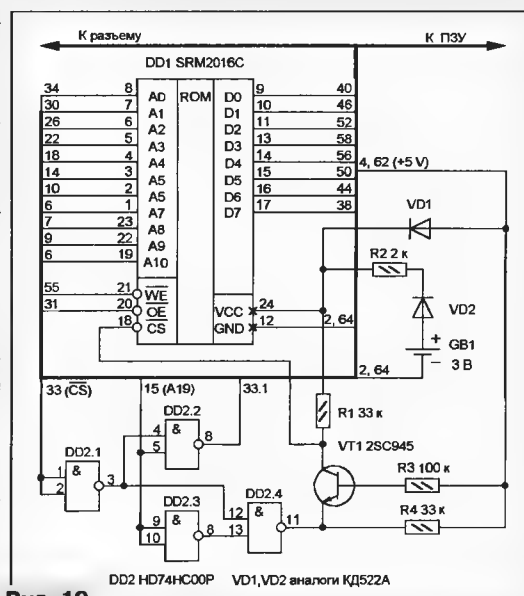

Рис. 10
Одна из возможных схем дополнительной оперативной памяти показана на рис. 10. Она может применяться совместно с ПЗУ, собранным по любой из рассмотренных выше схем. Для переключения ПЗУ/ОЗУ использован сигнал A19, но это может быть и какой-либо другой разряд шины адреса. Сигнал выбора кристалла (CS) подается на микросхемы ПЗУ не с контакта 33 разъема, а по цепи 33.1 с выхода логического элемента DD2.2.